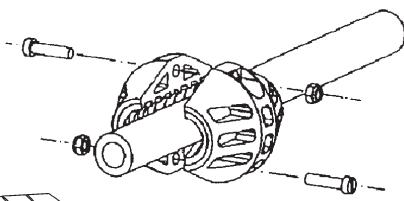

Fig. 7
- Remove the hose stop (fig. 7).
- Afloje y desmonte el tope de manguera (fig. 7).
- Desserrez et retirez la butée d'arrêt du flexible (fig. 7).